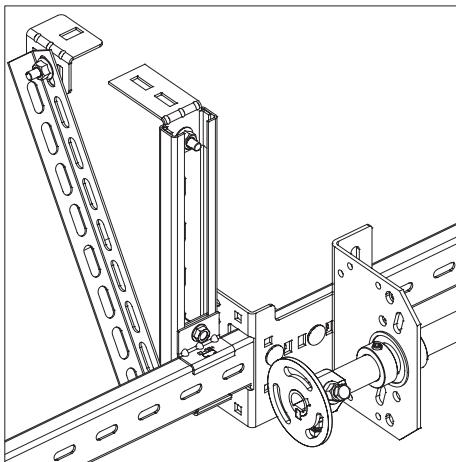

Рис. 26.4
- 2) смонтировать подвес и установить его рядом с промежуточным суппортом (рис. 26.4).